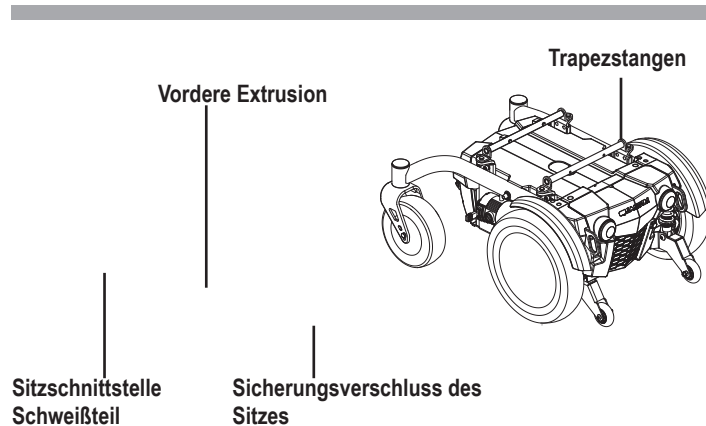

Bild 6. Universal Mounting System und Kontursitz
It may be necessary to install the seat either prior to initial operation or after transporting your power chair. Contour seats are attached to the power base with the Universal Mounting System (UMS). The UMS consists of universal parts that may be attached to the seat, regardless of seat width or seat depth. The two main components are aluminum extrusions mounted to the seat base. These extrusions attach to a pair of trapeze bars that are mounted to the power base. **Bild 6.**
1. Kippen Sie den Sitz leicht nach hinten und schieben Sie die hintere Extrusion auf die hintere Trapezstange. **Siehe Bild 6.**
4. Klappen Sie den Sicherungsriegel des Sitzes hoch. **Siehe Bild 6.**